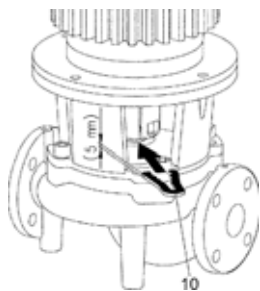

Fig. 19: Colocar o garfo de apoio à montagem
- Colocar o garfo de apoio à montagem (Fig. 19, pos. 10) entre a lanterna e o acoplamento. O garfo de apoio à montagem deve assentar sem folga.